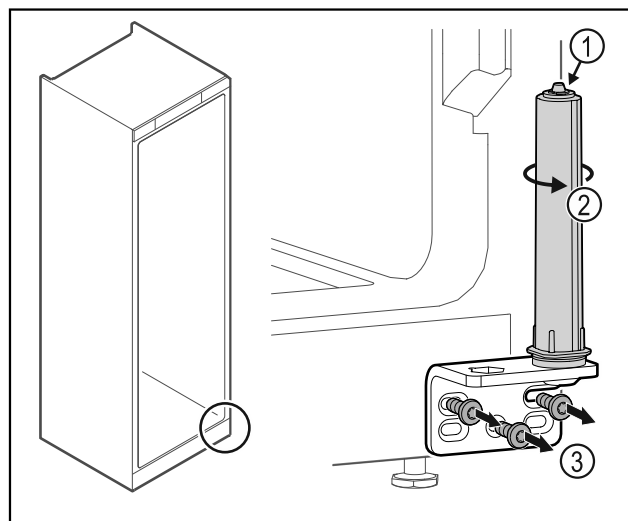

Fig. 33
- Mos e zbrërtheni sistemin e mbylljes së derës Fig. 33 (1).
- Rrotulloni sistemin e mbylljes Fig. 33 (2) derisa të kërcasë.
- Lironi vidat e profilin të menteshës Fig. 33 (3).